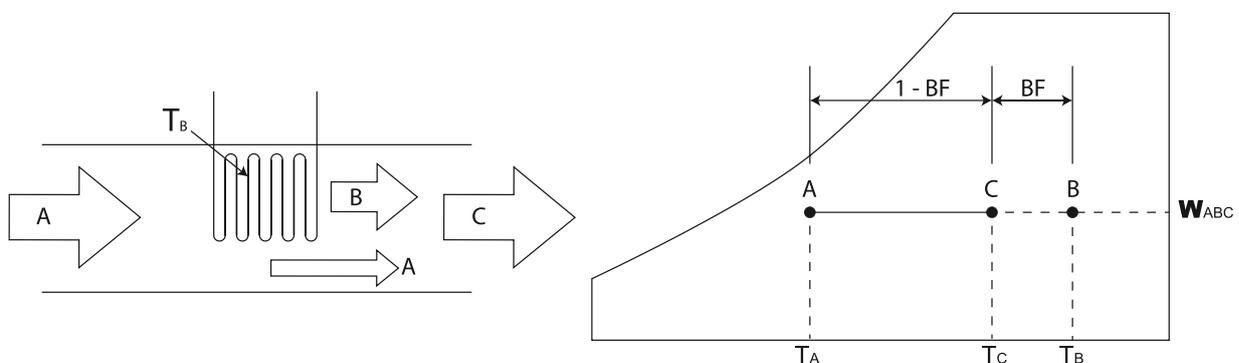

Figura 1.3. Representación gráfica del calentamiento sensible de una corriente de aire.
Calentamiento sensible. Ocurre cuando una corriente de aire A se pone en contacto con una superficie caliente (p.e., un serpentín de vapor o unas resistencias eléctricas) con temperatura superficial promedio T_B , (Figura 1.3). Se modela considerando que una buena parte del aire A logra salir a temperatura del serpentín, mientras el resto no experimenta cambio; se mezclan las dos corrientes y a la salida la temperatura es T_C . La trayectoria es horizontal, pues el contenido de humedad original no experimenta cambio. La fracción de caudal que pasa sin cambios se denomina “factor de bypass del serpentín (BF)”, valor que depende de la configuración geométrica del serpentín (# de filas, aletas por pulgada) y es un parámetro que aparece en los catálogos.